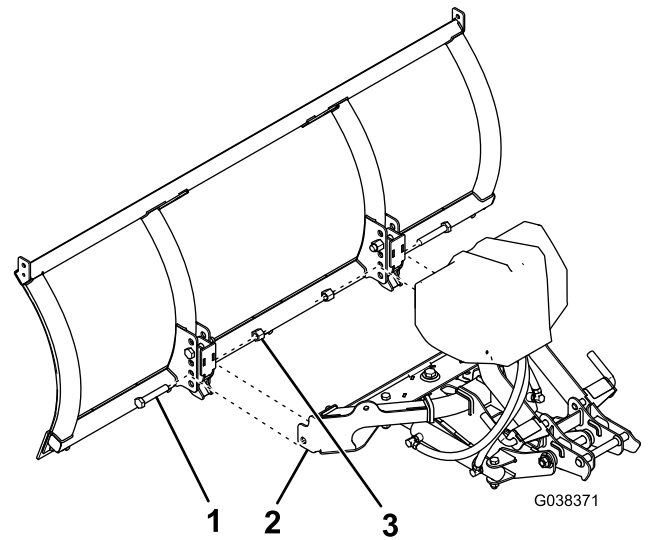

Figure 2
2. Fixez le cadre de poussée sur la lame chasse-neige au moyen de 2 boulons à tête hexagonale et 2 contre-écrous autobloquants, comme montré à la Figure 2.